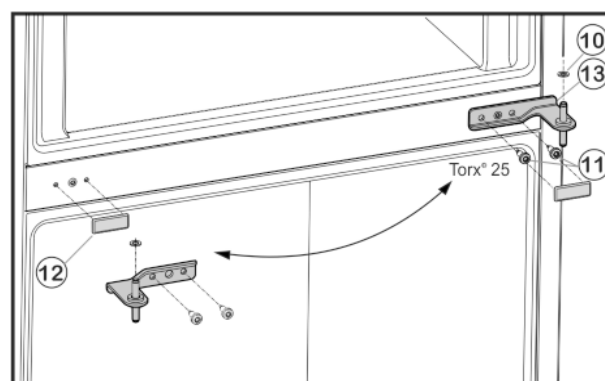

Fig. 5
- ▶ Śruby mocujące Fig. 5 (11) odkręcić (2 x Torx® 25) i z dolnych drzwi wyjąć środkową płytkę zawiasu.
- ▶ Zdjąć podkładkę z tworzywa sztucznego Fig. 5 (10).
- ▶ Ostrożnie zdjąć osłonę Fig. 5 (10).
- ▶ Założyć osłonę Fig. 5 (12) po przeciwnej stronie.
- ▶ Środkową płytkę zawiasu Fig. 5 (13) obrócić o 180° włożyć w dolne drzwi i przykręcić po nowej stronie zawiasu za pomocą śrub mocujących Fig. 5 (11) (2 x Torx® 25) (z siłą 4 Nm).
- ▶ Ponownie założyć podkładkę z tworzywa sztucznego Fig. 5 (10).
- ▶ Założyć górne drzwi na środkową płytkę zawiasu Fig. 5 (13).